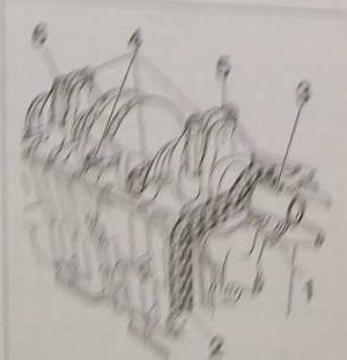

FIG. 52
- reposer la clavette (3), le pignon (1) et la chaîne d'entraînement de la pompe à huile (2) en bout du vilebrequin (Fig.52).